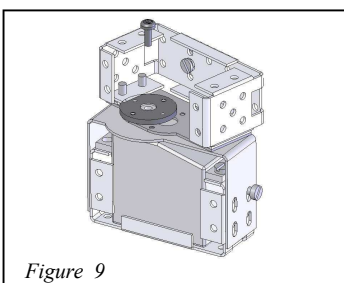

Figure 9
Étape 6 : Fixer la partie précédente (cage (3) + support latéral (15)) sur le premier bloc (cage (3) + servomoteur (1)) et emboîter le palonnier (4) dans la sortie moteur du servomoteur (1). Visser l'ensemble à l'aide d'une vis palonnier (6). Voir figure 9.